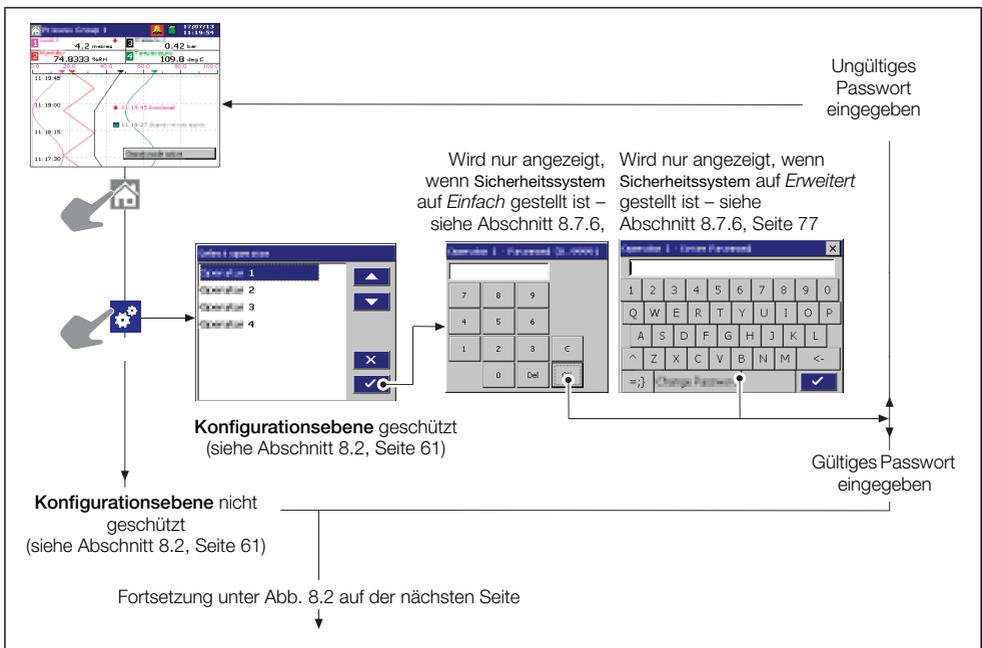

Abb. 8.1 Auf die Konfigurationsebene zugreifen
Der Zugriff auf die **Konfigurationsebene** ist erst möglich, wenn das richtige Passwort eingegeben wurde – siehe Abb. 8.1 und 8.2, Seiten 62 und 63.
1. Auf die **Konfigurationsebene** zugreifen – siehe Abb. 8.1 und 8.2, Seiten 62 und 63.
2. Auf die **Konfigurationsebene** zugreifen – siehe Abb. 8.1 und 8.2, Seiten 62 und 63.